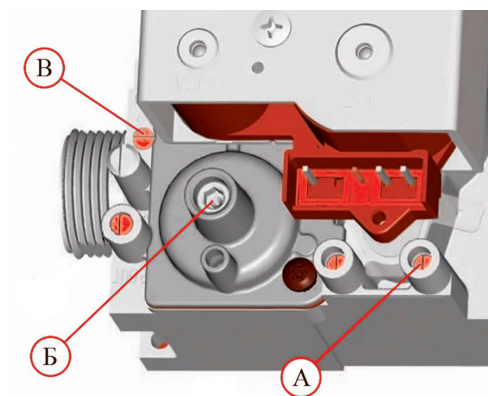

Рис. 14. Автоматика безопасности Sit 848 Sigma
Если значения CO_2 отличаются более чем на 0,2% от указанных в таблице 7.1, то необходимо произвести регулировку винтом В (рис. 14) на автоматике безопасности. Поворот по часовой стрелке приводит к уменьшению содержания CO_2 , поворот против часовой стрелки – к увеличению.
7.1, то необходимо произвести регулировку винтом Б (рис. 14) на автоматике безопасности.